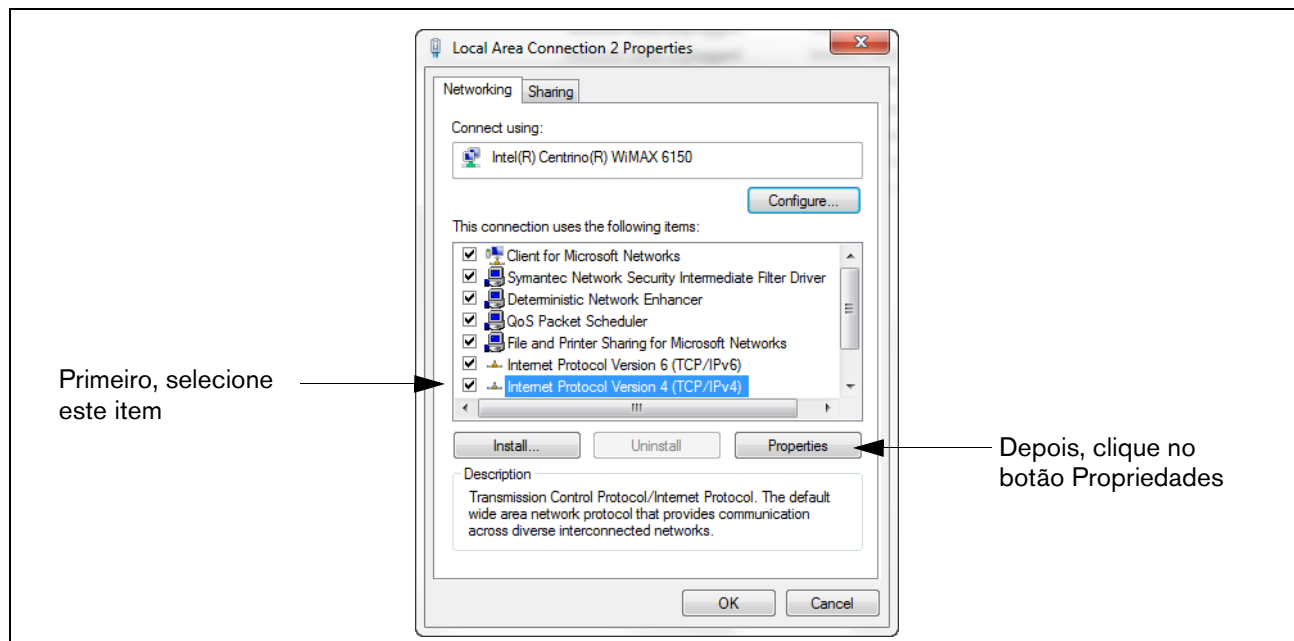

Figura B-2. Seleções na caixa de diálogo de propriedades da conexão de área local
4. Depois que se abrir a caixa de diálogo de propriedades da Conexão de Área Local, selecione o item mostrado na Figura B-2.